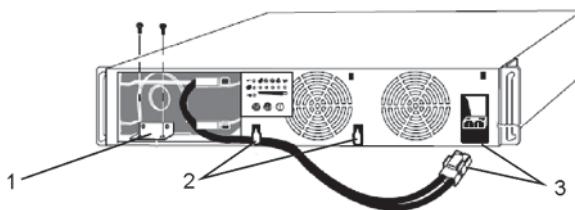

Bild 5. UPS utan front
- Skruva bort batterifästet (1), se bild 5.
- Lossa kontakten från chassit (3) och lossa kabel från klammorna (2) se bild 5.